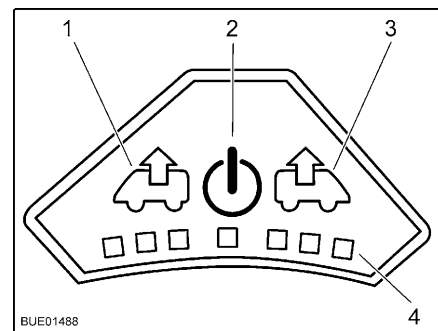

Fig. 115 Quadro comandi del ventilatore
- Accensione:** ■ Premere il tasto On/Off (Fig. 115,2). Il ventilatore funziona in modalità comfort (sfiato al numero di giri minimi del ventilatore).
- Sfiato:** ■ Per aumentare il numero di giri del ventilatore: Premere il tasto Sfiato (Fig. 115,1). Il numero di giri del ventilatore aumenta di uno stadio in direzione sfiato. I LED (Fig. 115,4) indicano gli stadi di commutazione.
■ Per ridurre il numero di giri del ventilatore: Premere il tasto Aerazione (Fig. 115,3). Il numero di giri del ventilatore si riduce di uno stadio.
- Aerazione:** ■ Per aumentare il numero di giri del ventilatore: Premere il tasto Aerazione (Fig. 115,3). Il numero di giri del ventilatore aumenta di uno stadio in direzione aerazione. I LED (Fig. 115,4) indicano gli stadi di commutazione.
■ Per ridurre il numero di giri del ventilatore: Premere il tasto Sfiato (Fig. 115,1). Il numero di giri del ventilatore si riduce di uno stadio.
- Spegnimento:** ■ Premere il tasto On/Off (Fig. 115,2). Il ventilatore si ferma, i LED si spengono.